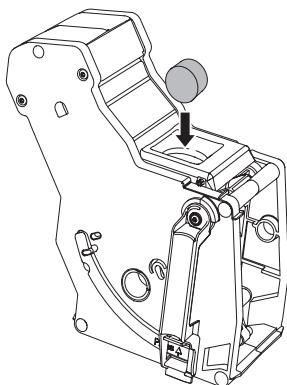

Fig. 17: Læg rengøringstabsen ind i brygenheden.
• •	<ol style="list-style-type: none"> 7. Sæt kaffegrumsbeholderen ind under udløbet. 8. Tag brygenheden ud, men sluk i den forbindelse ikke for maskinen. 9. Læg en rengøringstabs ind i brygenheden (se Fig. 17). Sæt brygenheden ind i maskinen igen. <ul style="list-style-type: none"> » Apparatet indikerer, at tredje programtrin er nået. » Rengøringsprocessen startes. » Efter flere minutter indikerer apparatet, at <ul style="list-style-type: none"> – fjerde programtrin er nået, – drypbakke og kaffegrumsbeholder skal tømmes.